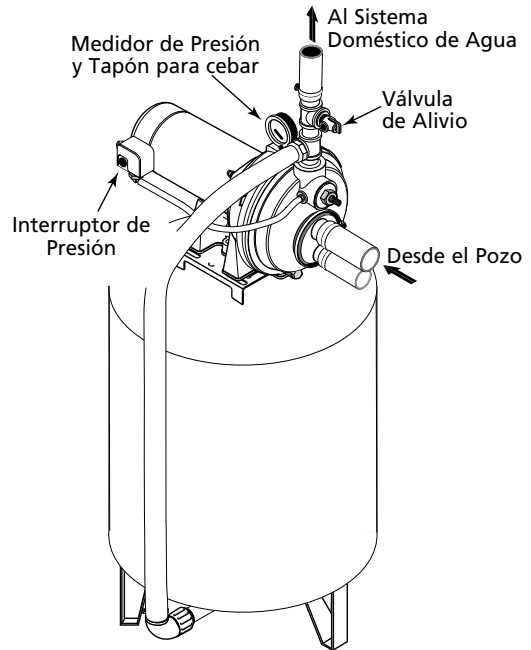

Figura 10 – Conexiones del Tanque Pre-cargado
### CONEXIÓN DE TANQUE DE PRE-CARGA (Figura 10)
1. Instale una boquilla de cierre y una "T" en el orificio de descarga de la bomba (Vea la Figura 10). La tubería debe ser al menos del mismo tamaño que el orificio de descarga. Instale una tubería o una manguera reforzada desde un brazo de la "T" al orificio en el tanque.